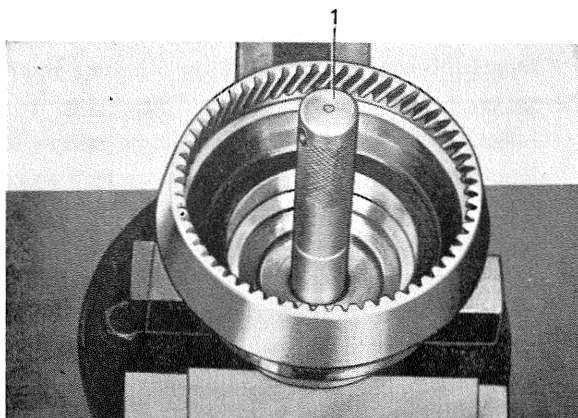

Bild 18. Montering av nållager, utgående axel
1. Sätt i främre låsringen för lagret (28) i bakre hushalvan. Pressa i lagret med dorn SVO 2413.
2. Pressa stödlager (31) för växellådans huvudaxel i utgående axeln (25) med dorn SVO 2417, se bild 18. Pressa främre lagret på utgående axeln med dorn SVO 2412.